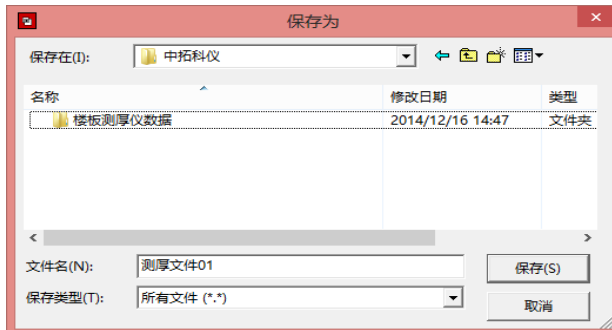

图 4-11
3、选择保存：将当前处理的结果中选中的构件保存到选中的文件。如图 4-11 所示。从保存在框中选取要保存文件所在的文件夹，在文件名框中输入文件名后按**保存**，即可将文件保存。